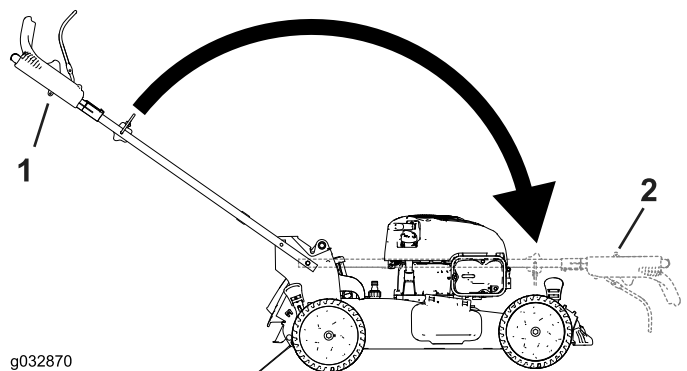

Figura 21
2. Pliegue el manillar hacia adelante (Figura 21).